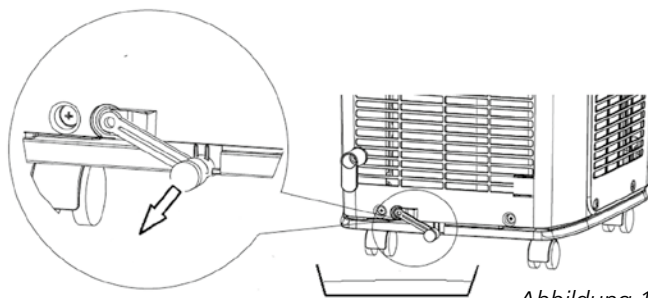

Abbildung 13
- 4 Ziehen Sie den Gummistopfen aus dem Abfluss und lassen Sie das Wasser aus dem Behälter laufen ( $\pm 0,5$  L), abbildung 13.